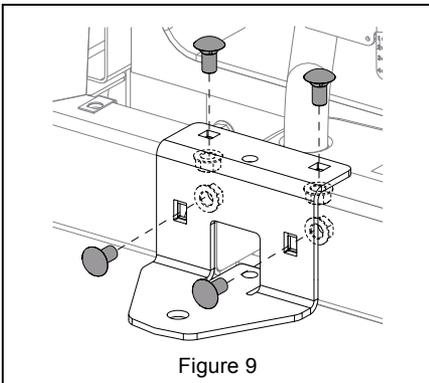

Figure 9
Voir Figure 9.
2. Positionner l'attelage de remorqueage comme illustré sous Figure 9.